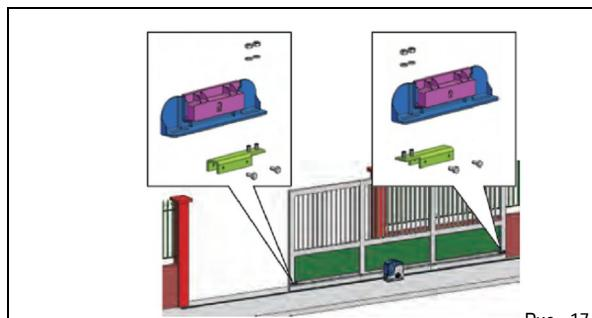

Рис. 17
Привод оснащён герконовым концевым выключателем, с которого поступает сигнал для прекращения движения ворот в момент "наезда" магнита, закреплённого на верхнем ребре зубчатой рейки, на чувствительный элемент. Магниты из комплекта привода имеют особую поляризацию, и каждый из них работает либо только на открытие, либо только на закрытие. Магнит, используемый в положении "открыто", промаркирован символом "замок открыт", а магнит, предназначенный для положения "закрыто", имеет символ "замок закрыт" (см. рис. 17).
- 1 Собрать оба магнита, как показано на рис. 17.